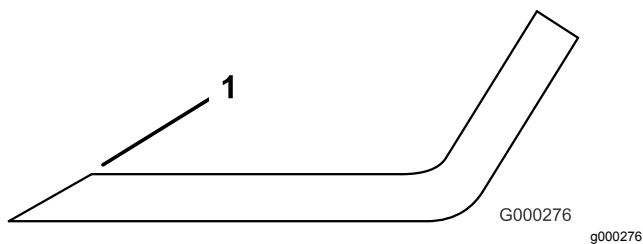

**Figura 110**
2. Examine cuidadosamente as extremidades da lâmina, prestando especial atenção à zona onde se encontram as partes curvas e planas da lâmina (Figura 110).
**Nota:** A areia e os materiais abrasivos podem desgastar o metal entre as partes plana e curva da lâmina; por isso, verifique a lâmina antes de utilizar a máquina. Se verificar que esta zona se encontra desgastada (Figura 110), substitua a lâmina.